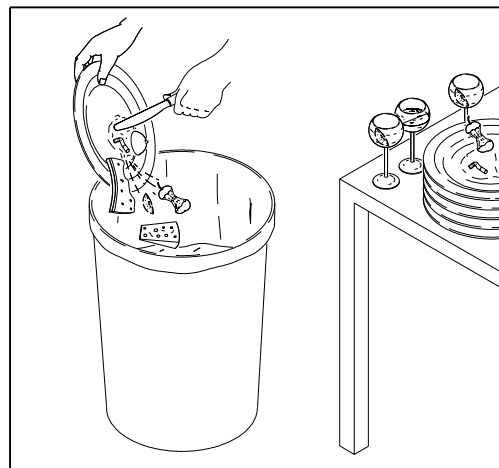

Рис. 13
- перед укладкой посуды в корзину удалите из неё остатки пищи (рис. 13)